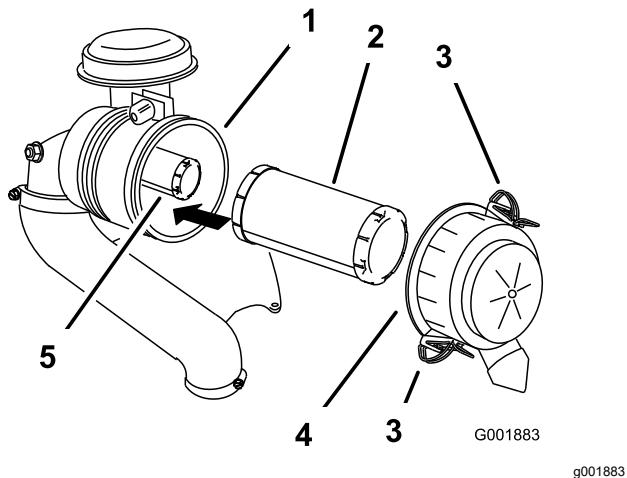

Bild 29
3. Lösen Sie die Riegel am Luftfilter und ziehen Sie die Abdeckung von der Luftfilterabdeckung ab (Bild 29).
5. Schieben Sie den Hauptfilter vorsichtig aus dem Luftfiltergehäuse heraus (Bild 29).
2. Wenn Sie den Sicherheitsfilter auswechseln, schieben Sie ihn vorsichtig in das Filtergehäuse (Bild 29).
3. Schieben Sie den Hauptluftfilter vorsichtig auf den Sicherheitsluftfilter (Bild 29).
4. Bringen Sie die Luftfilterabdeckung so an, dass die Seite mit **Up** nach oben zeigt, und rasten Sie die Riegel ein (Bild 29).